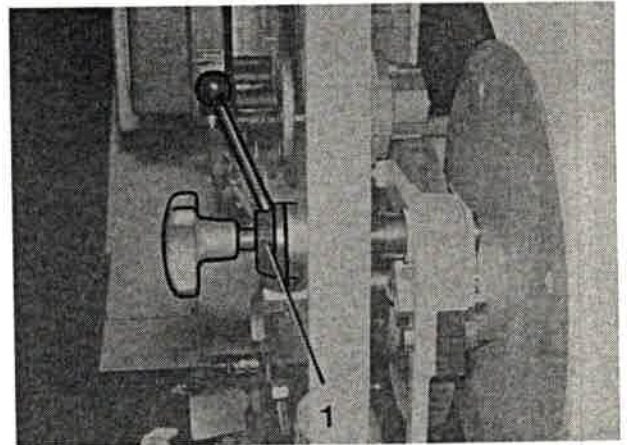

Bild 246
1. Kontervorrichtung (Bild 246/1) lösen und Einwicklerrolle bei laufender Maschine durch entsprechendes Verdrehen des Sterngriffs —